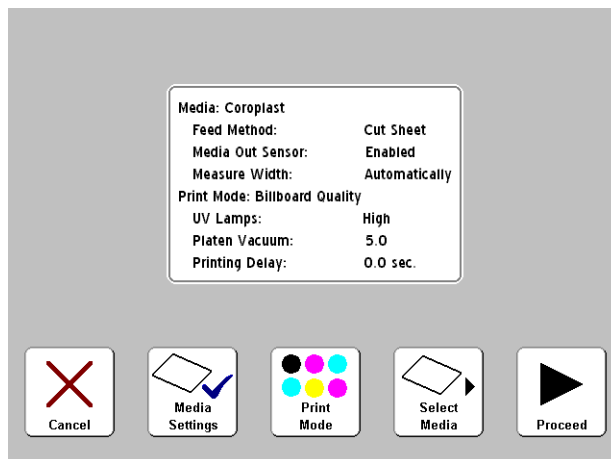

図 2-1. メディア設定画面
- **メディアの名前**を押すと、設定リストが表示されます (図 2-1 を参照してください)。この画面から、メディアの設定の変更、印刷モードの変更、またはメディアの再選択を行うか、またはメディアのロードを続行できます。メディアをロードするには、**[▶]** (続行) キーを押し、2-11 ページの「硬質メディアのロードおよび印刷」または 2-17 ページの「ロールフィード メディアのロードおよび印刷」に移動します。